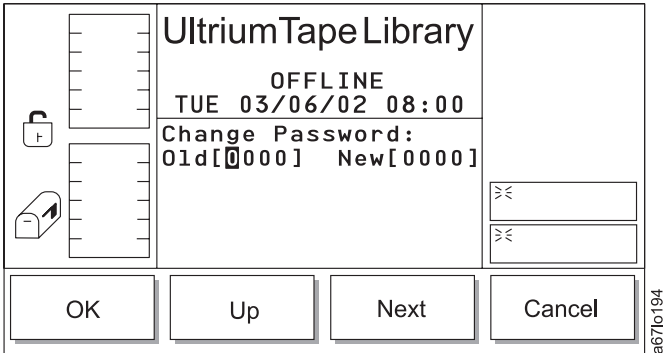

Abbildung 157. Dialog zum Festlegen oder Ändern des Kennworts
Anmerkung: Bei der ersten Aktivierung der Sicherheit steht das Kennwort auf 0000. Wollen Sie das Kennwort in ein Kennwort Ihrer Wahl ändern, wählen Sie **Next** aus, damit das Feld **Set/Change Password** hervorgehoben wird, und wählen Sie **OK** aus. Der Dialog zum Festlegen oder Ändern des Kennworts erscheint (siehe Abb. 157 auf Seite 171).
- Wird **Next** ausgewählt, wird das nächste Feld in der Liste zum aktiven Feld. Ist das nächste Feld das Feld **Set/Change Password**, erscheint der Dialog zum Festlegen oder Ändern des Kennworts (siehe Abb. 157 auf Seite 171).
Kennwort festlegen/ändern: Wird im Sicherheitsdialog **Yes/No** ausgewählt und ist Set/Change Password hervorgehoben, erscheint der Dialog zum Festlegen oder Ändern des Kennworts (siehe Abb. 157).
Tabelle 106. Übersetzung von Abb. 157 auf Seite 171, Dialog zum Festlegen oder Ändern des Kennworts